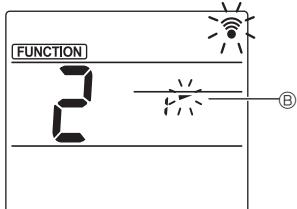

Fig. 3-3
- ④ De waaierhoek instellen (Fig. 3-3)